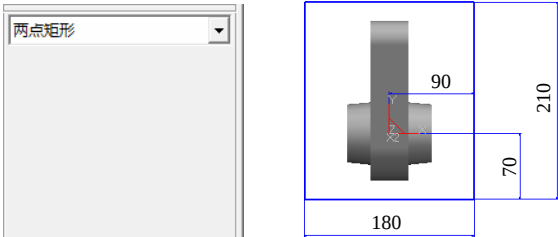

图 8-157 绘制矩形
- 2) 选择下拉菜单“造型”→“曲线生成”→“矩形”命令，或者单击“曲线生成栏”工具栏上的“矩形”按钮，选取“两点矩形”方式，绘制矩形并标注尺寸如图 8-157 所示。